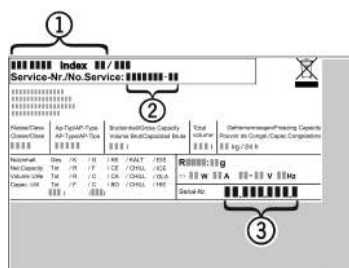

Fig. 11
- Наименование устройства Fig. 11 (1), сервисный № Fig. 11 (2) и серийный № Fig. 11 (3) считайте с заводской таблички. Заводская табличка находится внутри устройства слева.
- Обратитесь в сервисную службу и сообщите вид неисправности, наименование устройства Fig. 11 (1), сервисный № Fig. 11 (2) и серийный № Fig. 11 (3).